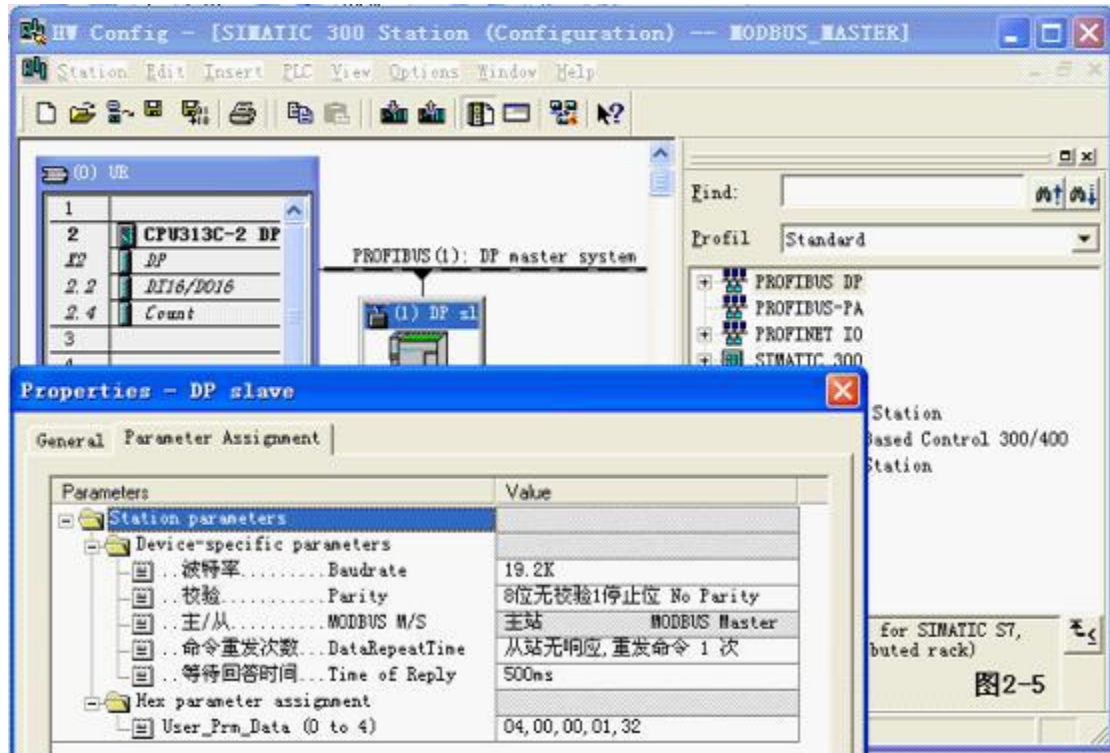

图2-5
- 4) 配置 DP-Modbus 协议转换器的 modbus 侧 RS485 接口双击 DP-Modbus 图标, 出现如图 2-5 的窗口, 选择 Parameter Assignment。